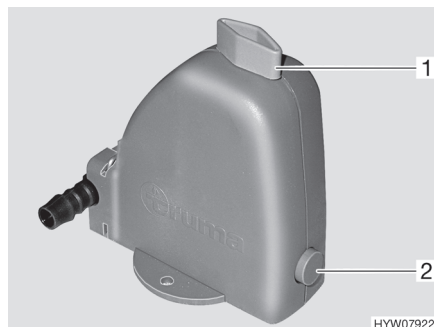

Fig. 60 Valve de sécurité et de vidange
Le chauffage est équipé d'une valve de sécurité et de vidange (Fig. 60). La valve de sécurité et de vidange évite que l'eau destinée à la préparation d'eau chaude ne gèle lorsqu'en cas de gèle, le chauffage n'est pas en marche.
- Fermer la valve de sécurité et de vidange. Tourner pour cela le bouton rotatif (Fig. 60,1) dans le sens transversal par rapport à la valve de sécurité et de vidange et enfoncer le bouton-poussoir (Fig. 60,2).
- Ouvrir la valve de sécurité et de vidange. Tourner le bouton rotatif (Fig. 60,1) dans le sens longitudinal par rapport à la valve de sécurité et de vidange. Le bouton-poussoir (Fig. 60,2) ressort. Le récipient d'eau sanitaire est vidé via la valve de sécurité et de vidange.